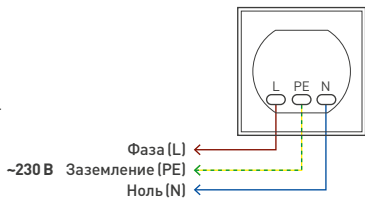

Рис. 1.
- 3.5. Подключите провода сетевого питания AC 230 В к контактам розетки в соответствии со схемой [рис. 1]: